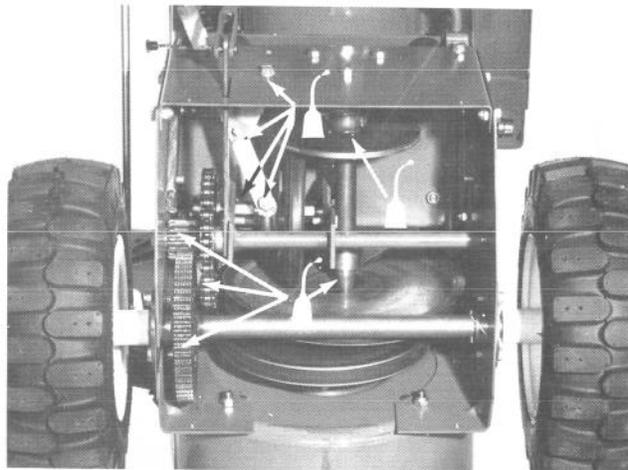

Abb. 28
2. Den Kraftstofftank entleeren und dann die Schneefräse auf das Räumgehäuse kippen und so sichern, dass sie nicht umfallen kann. Dann die vier Blechschrauben der hinteren Abdeckung lösen und das Abdeckblech abnehmen. Nun Antriebsketten, Kettenradlager, Nylonring, Sechskantwelle und alle Lagerstellen mit Öl SAE 10W-40 ölen (Abb. 28). Überschüssiges Öl abwischen. Die hintere Abdeckung wieder mit den vier Blechschrauben befestigen.